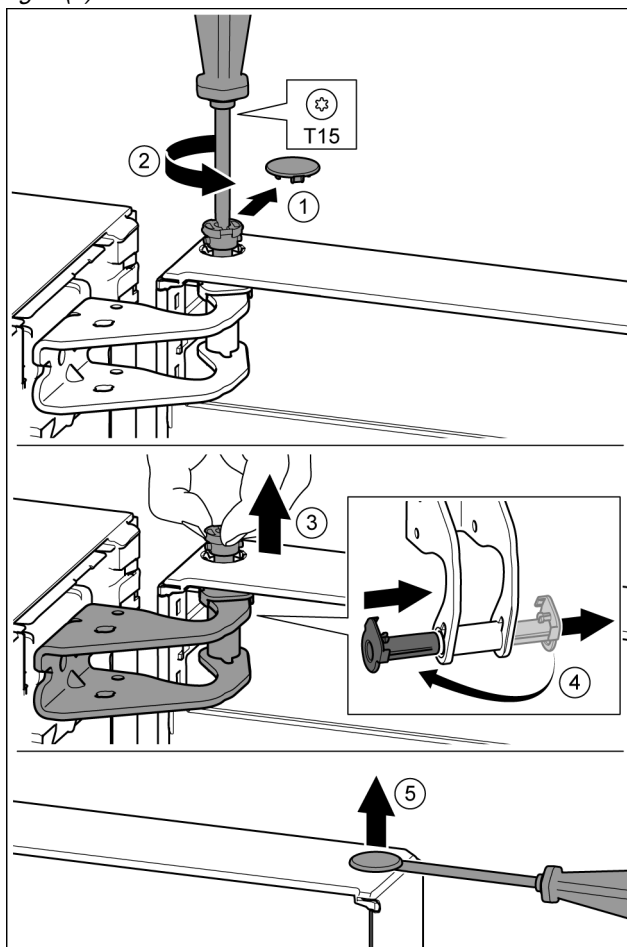

Fig. 8
- ▶ Opatrne vytiahnite poistný kryt. Fig. 8 (1)
- ▶ Skrutkovačom T15 trochu vyskrutkujte čap. Fig. 8 (2)
- ▶ Pevne držte dvere a čap vyťahujte prstami. Fig. 8 (3)
- ▶ Puzdro ložiska vytiahnite z vedenia. Nasadte z druhej strany a zaklapnite. Fig. 8 (4)
- ▶ Plochým skrutkovačom opatrne nadvihnite a vyberte zátku z puzdra ložiska dverí. Fig. 8 (5)